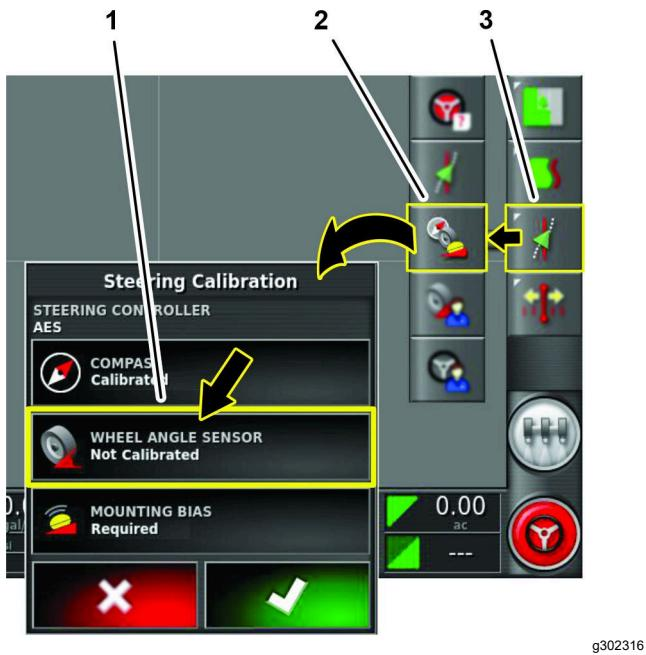

図 161
- ステアリングオプションアイコンを押します。(図 161)
- オートステア校正アイコンを押します。 (図 161).
- ホイール角度センサーアイコンを押します (図 161)。